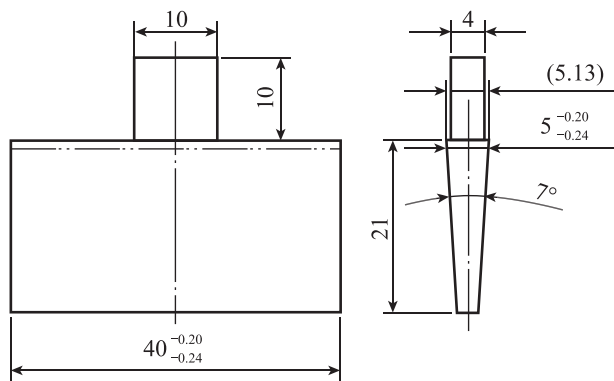

图 2-2 工具电极
(1) 电极的制造。
① 电极材料的选择：本节加工零件的电极用紫铜来制造。
② 电极的制造：电极采用电火花线切割加工成型，其形状尺寸如图 2-2 所示。电极主要尺寸窄槽长度为 40 mm，宽度以 5 mm 位置为基准来加工，锥度为 7°，电极在高度方向上以方形锥槽的尺寸为基础，总体向上延伸 1 mm，以保证满足加工零件的深度要求，尺寸 10 mm × 10 mm × 4 mm 的位置为电极安装工艺台。